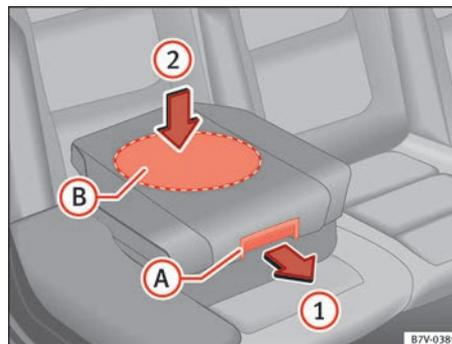

Abb. 33 Integrierter Kindersitz: Sitzpolster zurückklappen.
- Sitzpolster am Entriegelungshebel ⇒ Abb. 33 (A) in Pfeilrichtung ① nach vorn ziehen.
- Sitzpolster im *mittleren* Bereich (B) in Pfeilrichtung ② nach unten drücken, damit es sicher einrasten kann ⇒ ②. Die Seitenhalter klappen automatisch ein.